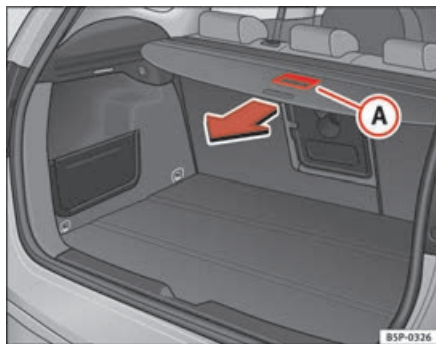

Fig. 124 Accionamento de chapeleira
- Puxar para trás da bandeja com o puxador **A** até perceber um «clic» ⇒ página 154, fig. 124.